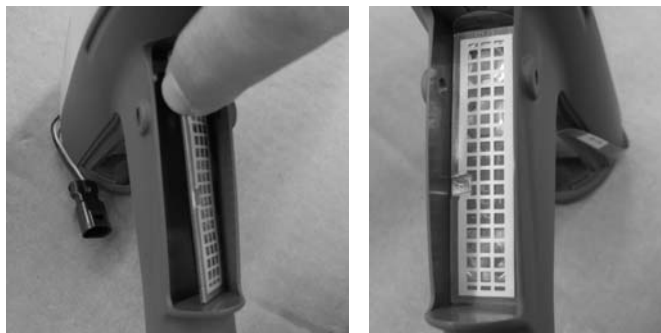

Рис. 6-11 Установка выключателя спускового устройства — операция 4
4. См. рис. 6-11. Стянуть с выключателя подложку клеящего покрытия.